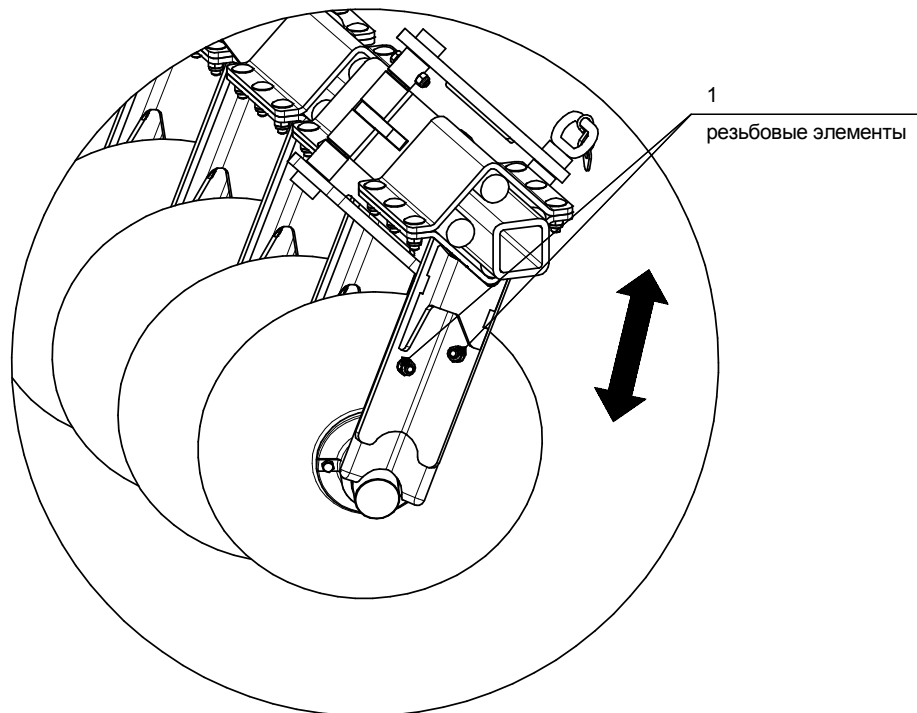

Рис.4-Регулировка рабочей глубины крайних дисков
2. Ослабьте резьбовые элементы (Рис.4 поз.1)